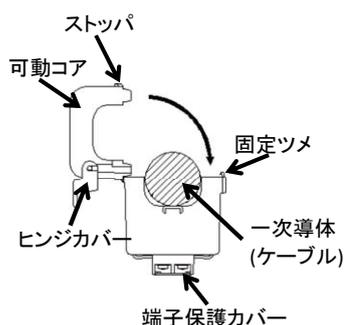

図1
- 1) 可動コアの固定つめを押し、噛み合わせをはずして可動コアを開いてください(図 1)。この時、ヒンジカバーは自動的に開きます。電流センサの取付け方向(図 3 の電源側、負荷側)を間違えないようK, Lの記号を確認して、ケーブルを下からくぐらせます。
△注意	・電流センサの取付け方向を間違えないようにしてください。K→L の方向です。K: 電源側 L: 負荷側を示します。 ・可動コアを移動方向(図 1 記載)以外の方向に曲げないで下さい。電流センサが破損する可能性があります。